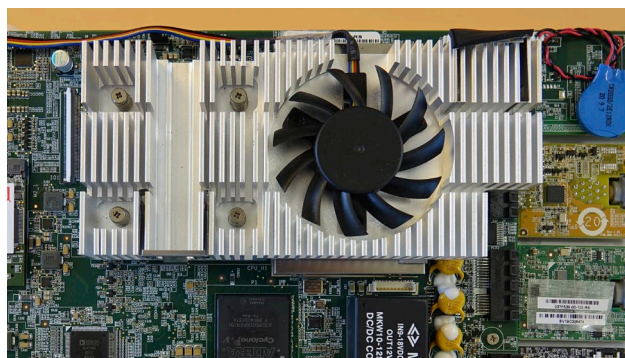

图 30 安装风扇
- e) 安装新风扇时, 应使电缆指向显示器的上边缘 (图 30)